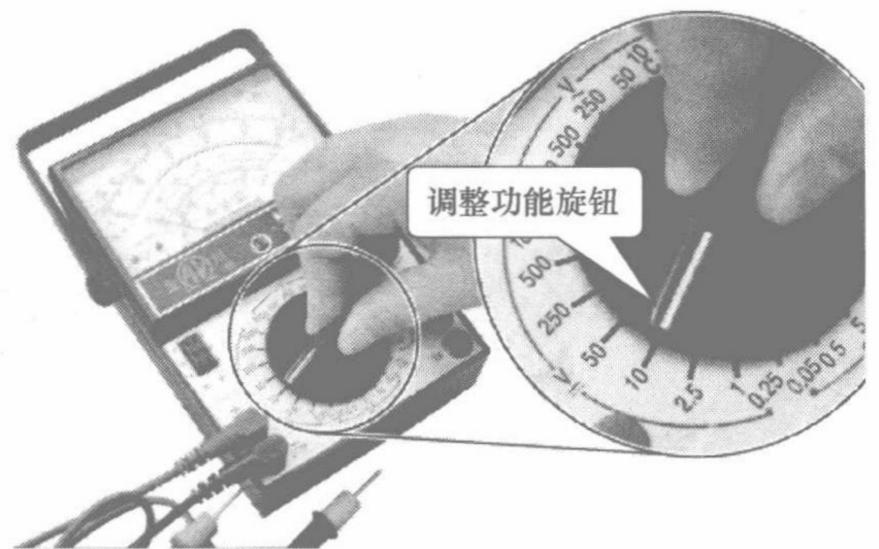

图 1-5 调整万用表功能旋钮
(1) 选择档位 将万用表的红、黑表笔分别连接到万用表的表笔插孔中,并将功能旋钮调整至直流电压最高档位,估算被测量电压大小,根据其选择量程,如图 1-5 所示。